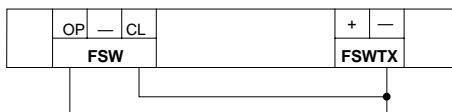

Fig. 16
**N.B.** Si no se conecta ningún dispositivo de seguridad de apertura, puentejar las entradas OP y -FSW TX (fig. 16).
**N.B.** Si no se conecta ningún dispositivo de seguridad de cierre, puentejar las entradas CL y -FSW TX (fig. 16).